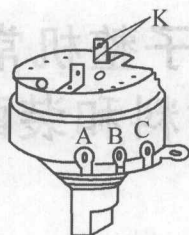

图 1-2 可调电阻器
(2)可调电阻器。一种阻值可以在某一范围内可调的电阻器。包括微调电阻器和电位器。可调电阻器的外形如图1-2所示。